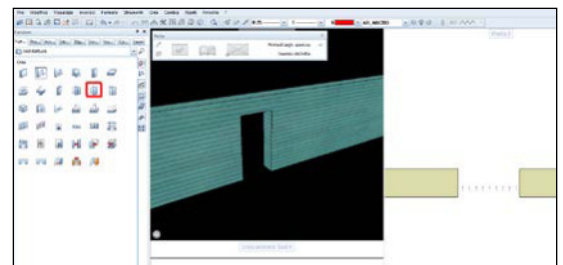

Fig. 55
- A questo punto ci viene chiesto di cliccare dalla parte dell'apertura della porta ed il risultato finale è questo (Fig. 55):